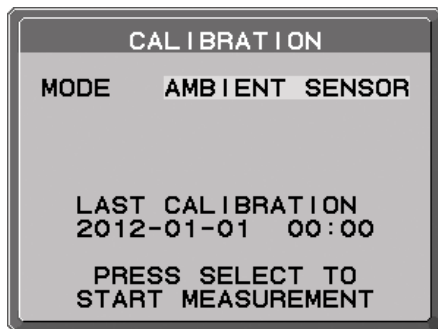

Figure AS.1
2. Allumez l'écran. Après 30 minutes, sélectionnez CAPTEUR AMBIANT dans le mode de calibration (Figure AS.1). Laissez l'écran chauffer au moins 30 minutes pour obtenir un calibrage correct. Si le CALIBRAGE DU CAPTEUR AMBIANT est démarré avant la fin de ces 30 minutes, un message d'avertissement s'affiche à l'écran.